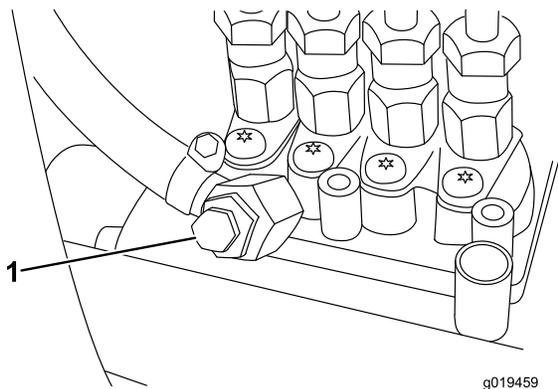

図 36
5. 燃料噴射ポンプについているエア抜きネジ (図 36) をゆるめる。